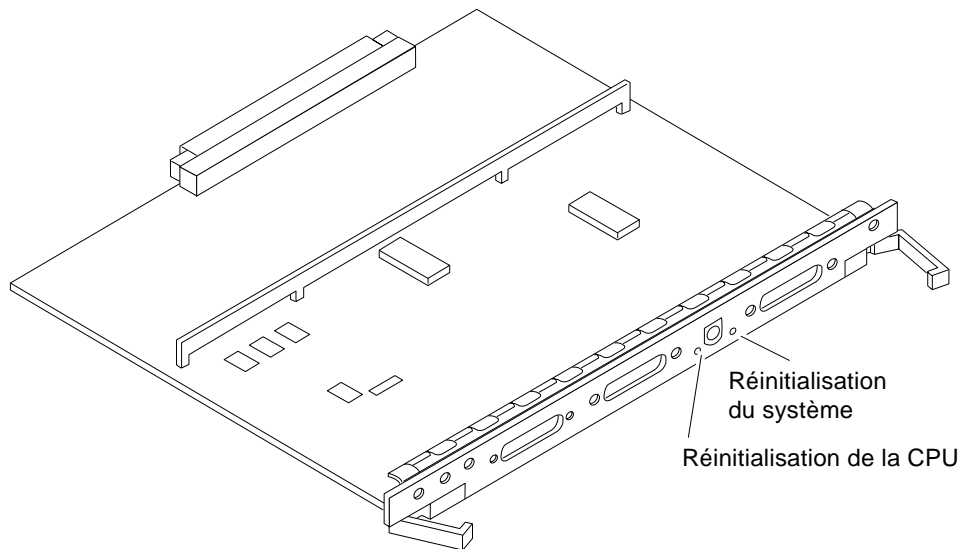

FIGURE 3-7 Commutateurs de réinitialisation sur la carte horloge+
7. Pour redémarrer les microprogrammes, ou en cas d'interruption du système, appuyez sur le commutateur de réinitialisation de la CPU (FIGURE 3-7) sur la carte horloge+.